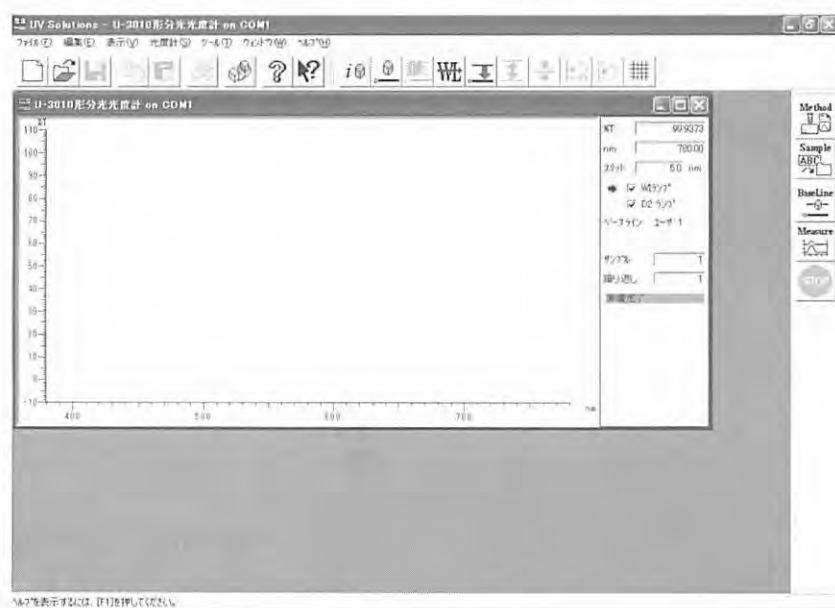

図1-12
(6) イニシャライズが終わると、図1-12のように画面が表示されます。